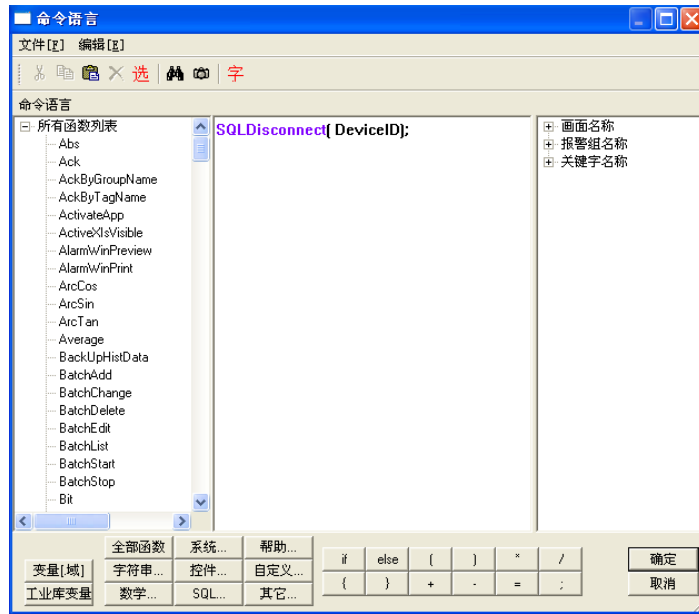

图 9-10 断开数据库连接命令语言
- 2、在按钮的弹起事件中输入如下命令语言 SQLDisconnect( DeviceID); 如图 9-10 所示。